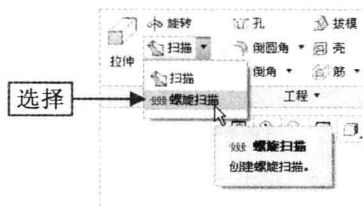

图 5-68 选择“螺旋扫描”选项
Step 02 在“功能区”选项板的“模型”选项卡中，单击“形状”面板中“扫描”右侧的下拉按钮，在弹出的下拉列表中选择“螺旋扫描”选项，如图 5-68 所示。